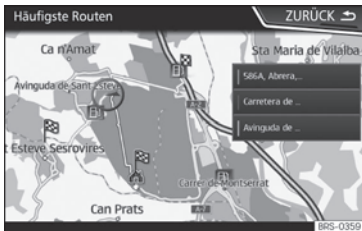

Abb. 237 Vorausschauende Navigation
- Auf dem Hauptbildschirm des Navigationsmenüs im Pop-up-Fenster die Taste **Häufige Routen** antippen. Zur Anzeige der häufig gefahrenen Routen die Taste **In Karte anzeigen** antippen »» **Abb. 237**.